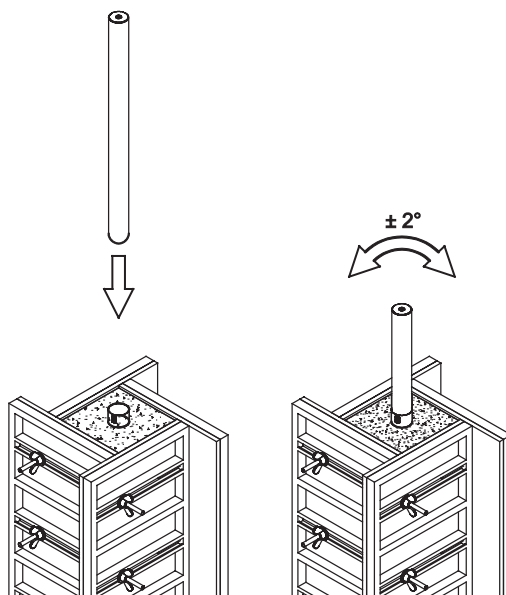

Figura 17. Nivelar el cuerpo de la manga incrustada dentro del aparato.
2. Retire el tapón de plástico de la parte superior de la manga incrustada y utilice el instrumento de nivelación para asegurarse de que la manga está en posición vertical, consulte la Figura 17. Las tolerancias prescritas deben ser respetadas.